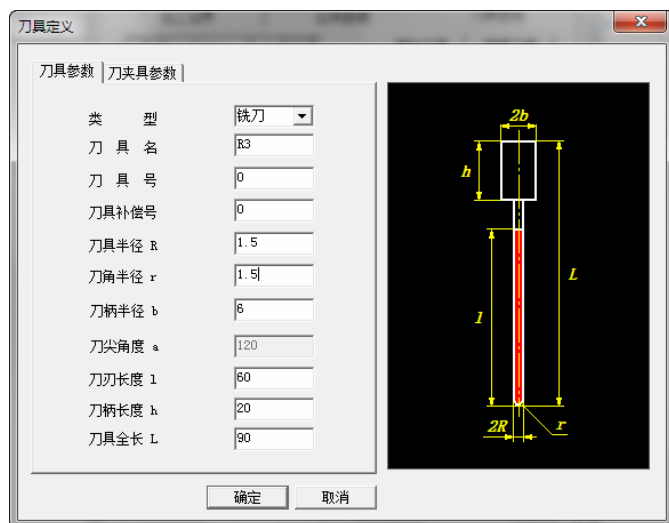

图 8-202 “刀具定义”对话框
7) 单击“刀具参数”选项卡,选择“增加刀具”按钮,系统弹出“刀具定义”对话框,设置刀具参数如图 8-202 所示。“刀夹具参数”设置为系统默认,然后单击“确定”按钮,刀具便增加到了刀具库中。